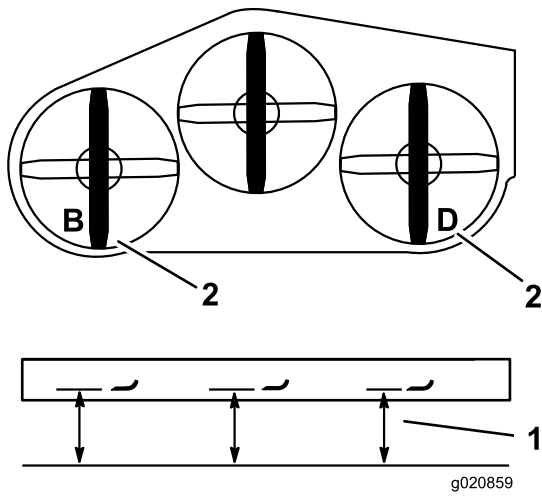

Figure 83
- Mesurez et notez la distance au point **B** entre la surface plane et le tranchant de la pointe de la lame gauche (Figure 83).
- Mesurez et notez la distance au point **D** entre la surface plane et le tranchant de la pointe de la lame droite (Figure 83).
**Remarque:** La mesure au point **B** doit être égale à 3 mm ( $\frac{1}{8}$  po) près à la mesure au point **D** Figure 83 Si ce n'est pas le cas, passez aux opérations suivantes.